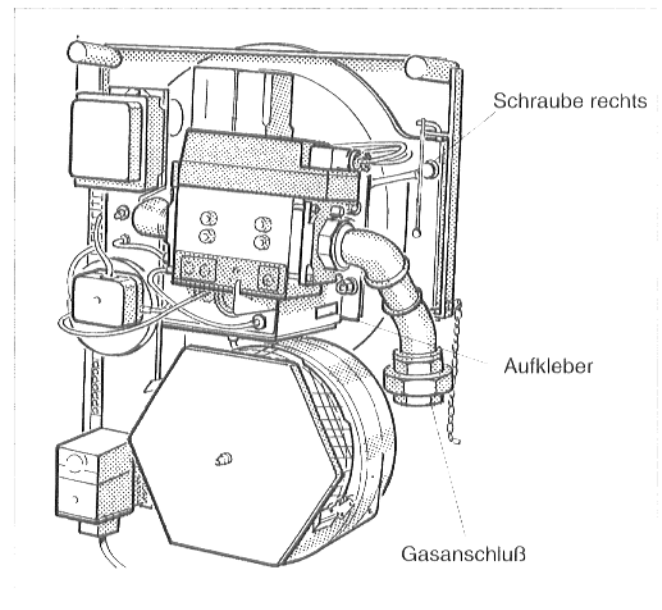

Abb. 10
- Brennerschlitten zurückfahren und Brenntür mit den beiden Schrauben fest anschrauben (Abb. 10).
- Beiliegenden **Aufkleber** an der rechten Seite des Gehäuses anbringen (Abb. 10).